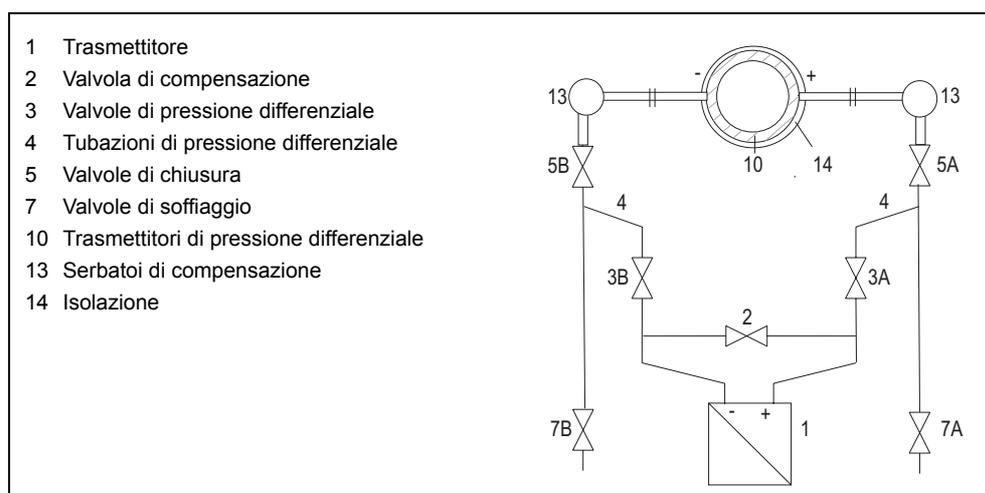

Figura 57 Misurazione di vapore
1. Aprire entrambe le valvole di chiusura (Figura 57, p. 102, 5) sugli attacchi di rilevazione della pressione.
2. Aprite la valvola di compensazione (2).
3. Attednete sino a che il vapore nelle tubazioni di pressione differenziale (4) e nei serbatoi di compensazione (13) sia condensato.
4. Aprite la valvola di pressione differenziale (3A) e la valvola di spurgo sulla camera positiva del trasmettitore (1) di quel tanto sufficiente affinché fuoriesca condensa senza aria.
6. Aprite la valvola di spurgo sulla camera negativa del trasmettitore (1) di quel tanto sufficiente affinché fuoriesca condensa senza aria.
9. Chiudete la valvola di spurgo della camera negativa (1).